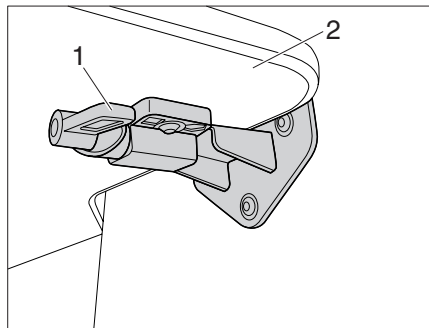

Fig. 21 Tringle de verrouillage de l'extension de couchage (équipement spécial)
- Tourner la tringle (Fig. 21,1) à gauche et à droite sur l'extension de couchage (Fig. 21,2) de 180°.